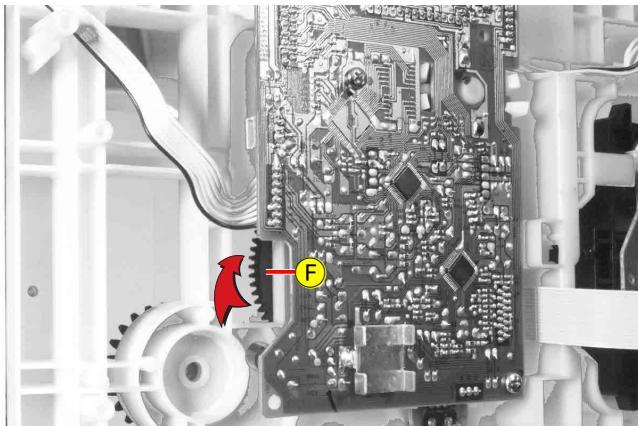

Fig. 5
- Zahnrad ⑥ (Fig. 5) in Pfeilrichtung drehen, bis sich die Schublade bewegt. Schublade von Hand öffnen.
- Turn toothed wheel ⑥ (Fig. 5) in direction of the arrow until the tray moves out. Open the tray by hand.